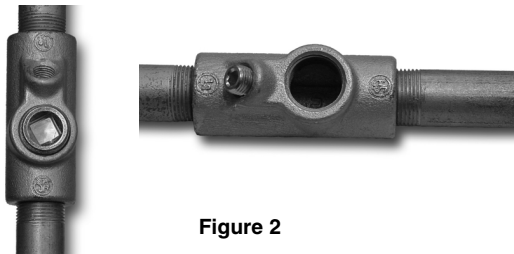

Figure 2
7. Dans les installations verticales, si le raccord d'étanchéité EYS est d'un type à deux orifices filetés, remplacez le bouchon fileté dans l'ouverture du bas. Le produit d'étanchéité sera introduit par l'ouverture supérieure. Dans les installations horizontales, remplacez le bouchon dans la plus petite ouverture pour introduire le produit d'étanchéité par l'ouverture la plus grande. Voir la figure 2.